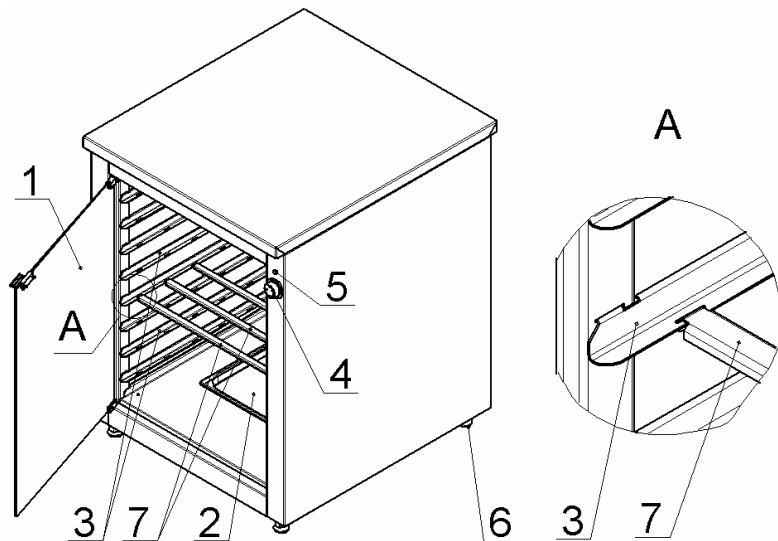

Рис.1
5.1 Общий вид шкафа представлен на рис.1:
Кронштейны уровней (рис.1, поз.3) крепятся в пазах несущих профилей камеры. Для облегчения уборки камеры, кронштейны уровней можно снять и удалить из камеры.
- вынуть ёмкость для воды (рис.1, поз.2) из панели пода камеры шкафа;
Используя дополнительные кронштейны (рис.1, поз.7), устанавливая их на уровни, как показано на виде А (рис.1), возможно размещать в камере противни или посуду, практически любого размера (только для РТ-530У).
5.4 Дверка шкафа (рис.1, поз.1) изготовлена из термоустойчивого, травмо-безопасного стекла. В закрытом положении дверка фиксируется магнитным замком.
7.3 Установите (по часовой стрелке) лимбом терморегулятора (рис.1, поз.4) необходимую, для процесса расстойки, температуру в камере шкафа (должна загореться сигнальная лампа рис.1, поз.5) – шкаф готов к работе.
7.4 Когда, при достижении заданной температуры воздуха в камере сигнальная лампа погаснет, откройте дверку и установите противни или другие ёмкости с продуктами на кронштейны уровней (рис.1, поз.3). Закройте дверку.
7.5 После окончания работы отключите напряжение, подаваемое на ТЭН, установив лимб терморегулятора камеры (рис.1, поз. 4) в положение «0» (сигнальная лампа должна погаснуть).